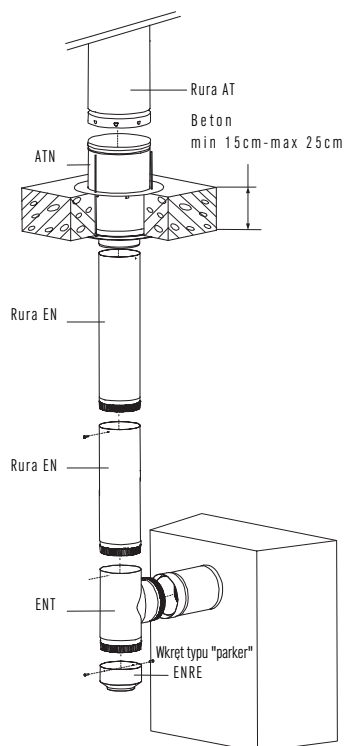

Fig. 2
3. Jako przejście z systemu Metaloterm® EN (Fig.2)